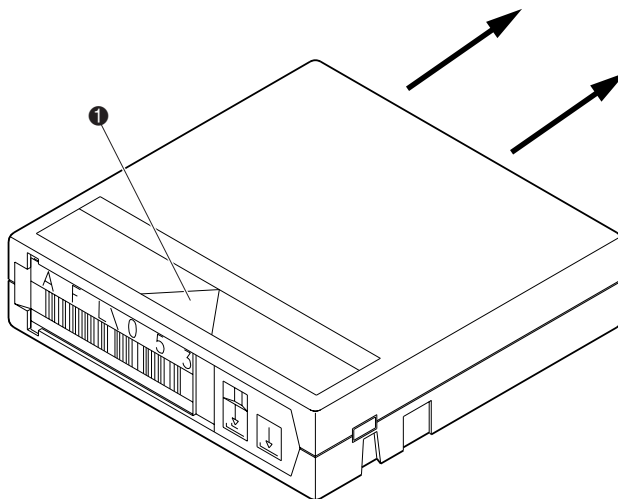

Abbildung 2-12: Einlegen von Bandkassetten (Abbildung zeigt DLT-Kassette)
Legen Sie eine Bandkassette in ein festes Lagerfach (❶ Abbildung 2-12) an der Rückwand der Tape Library oder an der Innenseite der Vordertür(en) ein. Überzeugen Sie sich, dass alle Bandkassetten richtig ausgerichtet sind und ordnungsgemäß in den Fächern sitzen.